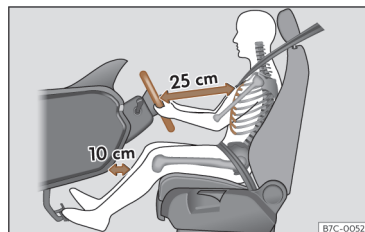

Fig. 31 A separação correta entre o condutor e o volante deve ser de 25 cm no mínimo (10 polegadas).
- Ajuste o volante de modo a ficar a uma distância de, pelo menos, 25 cm (10 polegadas) do esterno >>> **Fig. 31** e a poder segurá-lo com ambas as mãos pelos lados, pela parte exterior, com os braços ligeiramente fletidos.